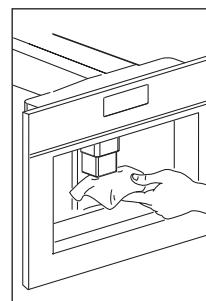

Abb. 36
- Reinigen Sie die Ausläufe regelmäßig mit einem Schwamm (Abb. 36).